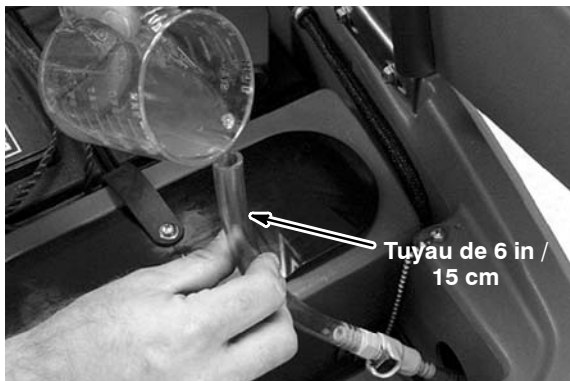

FIG. 79
4. Videz l'antigel (RV) de véhicule de loisirs dans le tuyau d'alimentation jusqu'à ce qu'il soit plein (Figure 79).